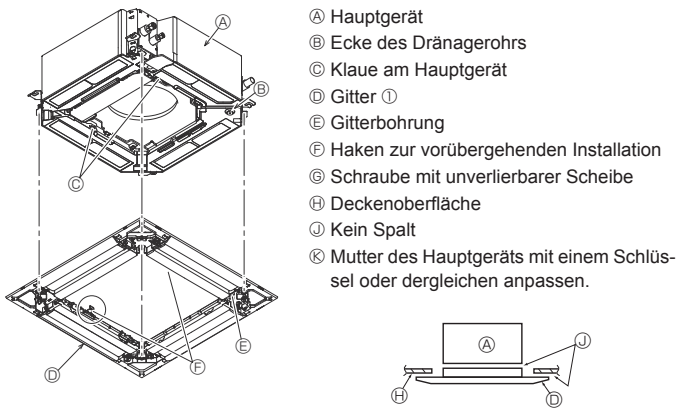

Fig. 7-6
### 7.4.2. Vorübergehende Installation des Gitters (Fig. 7-6)
- Das Gitter durch Anziehen der vorinstallierten Schrauben am Hauptgerät fixieren. (Fig. 7-6)
Darauf achten, dass sich zwischen dem Hauptgerät und dem Gitter oder zwischen dem Gitter und der Deckenoberfläche kein Spalt befindet. (Fig. 7-6)